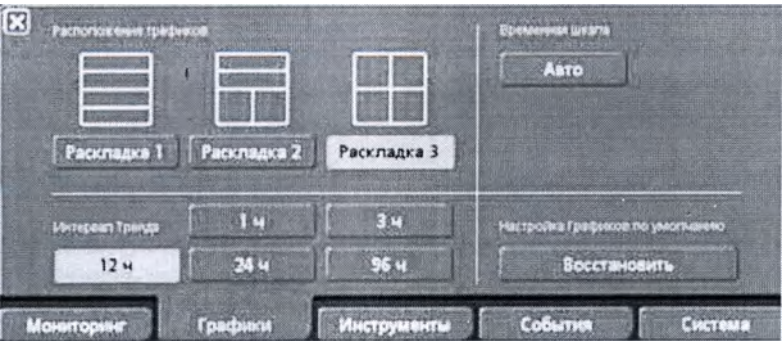

Рисунок 7-5. Окно «Графики»
При выборе параметра «Новый Пациент» всегда используется графическая раскладка, указанная оператором по умолчанию. Графическую раскладку по умолчанию можно применить в любое время, нажав кнопку «Восстановить» в окне «Графики» (рис. 7-5).
1. Откройте окно «Графики» (рис. 7-5).
Коснитесь вкладки «**Графики**» внизу экрана. Откроется окно «**Графики**» с тремя вариантами расположения графика на экране. Контролируемые параметры **шкалы «Время»** расположены справа от «**Раскладки 3**» (см. Рисунок 7-5.)